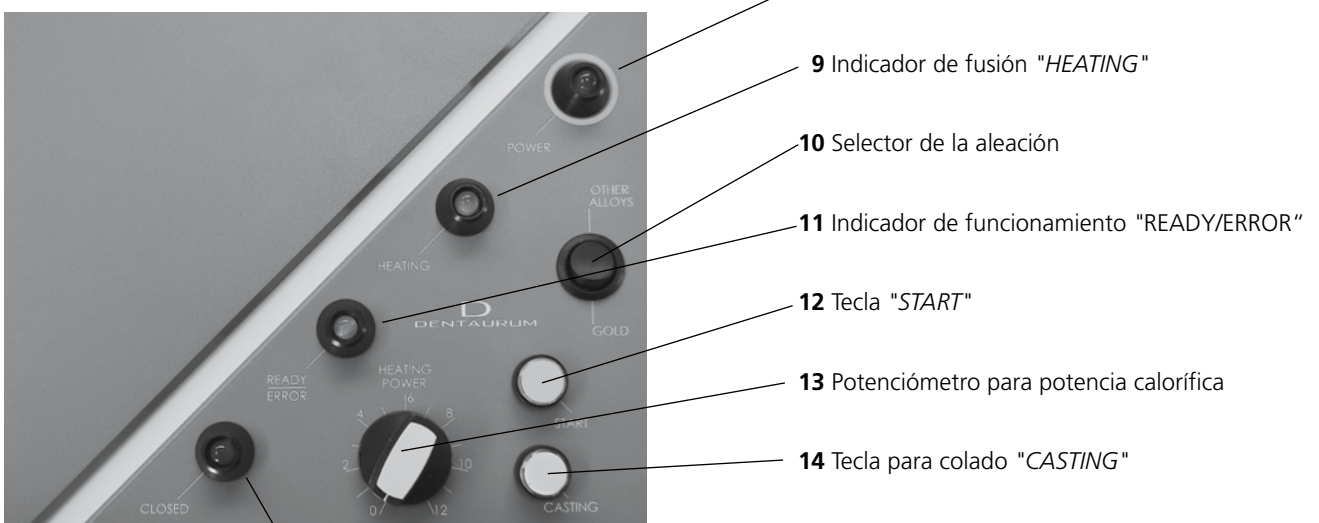

Fig. 3: Panel de servicio
- La bobina de inducción (Fig. 4, part. 18) como fuente de calor se halla en la parte inferior de la cámara y sube después de estar posicionado el brazo de centrifugado presionando la tecla „START“ (Fig. 3, part. 12).
- Presionando la tecla „CASTING“ (Fig. 3, part. 14) se finaliza el proceso de fundición.
- Si la instalación del agua circula bien se encenderá el indicador verde se encenderá el indicador de funcionamiento verde „READY/ERROR“ (Fig. 3, part. 8).